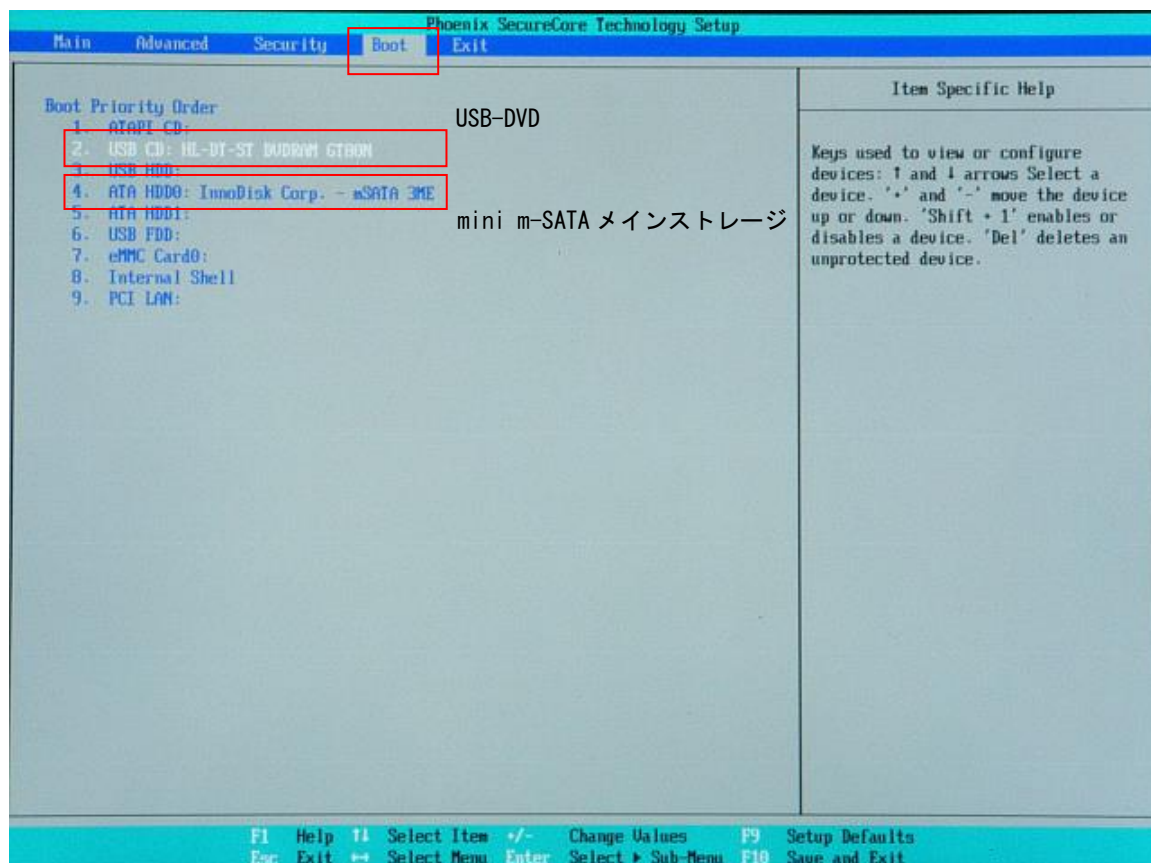

図 6-1-3. Boot デバイスの選択
- ⑧ [Boot]メニューを選択します。(図 6-1-3)
- ⑨ [USB CD] (接続した USB-DVD ドライブ)を[ATA HDD0] (mini m-SATA メインストレージ)よりも上に設定します。